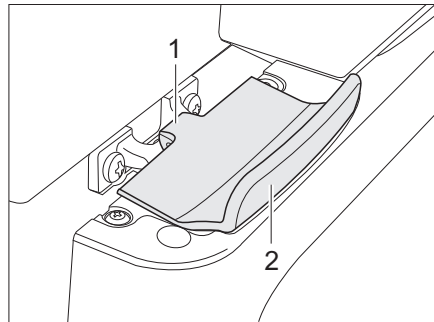

Bild 136 Verriegelung der Kühlschranktür, geschlossen (Thetford)
- Kühlschranktür am Griff (Bild 136,2) öffnen. Die Verriegelung (Bild 136,1) wird automatisch gelöst.